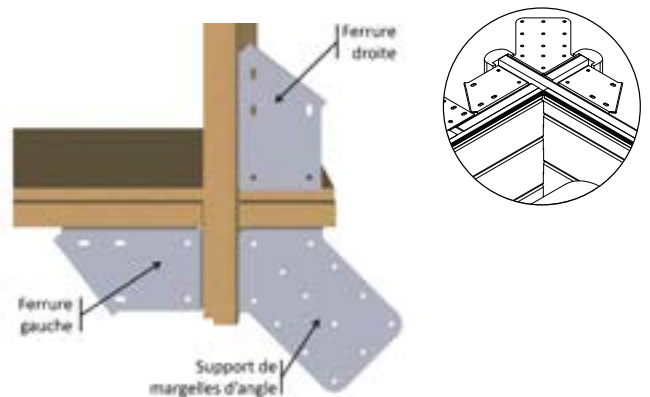

Figure 20 – Mise en place des ferrures dans les angles
- Dans les angles, montez quatre ferrures « droite » et quatre ferrures « gauche », ainsi que quatre supports de margelles d'angle, selon la **Figure 20**. Utilisez 4 vis peinture torx 6 × 20 en inox A2 (sachet G) par équerre et 6 vis peinture torx 6 × 20 en inox A2 (sachet G) par ferrure, soit un total de 64 vis.